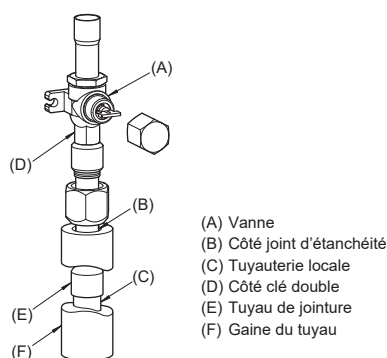

Fig. 4-3
(3) Respecter la procédure suivante pour le raccordement des tuyaux côté gaz. (Fig. 4-3)